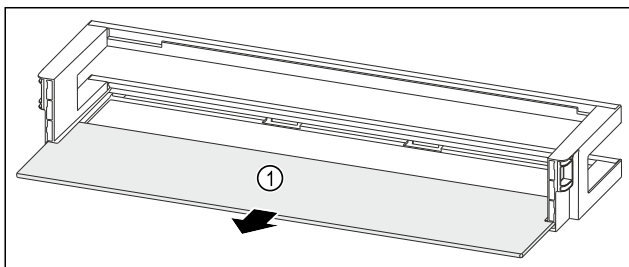

Fig. 91 Лотки на дверцятах з полицею
- ▶ Дістаньте полицю Fig. 91 (1).